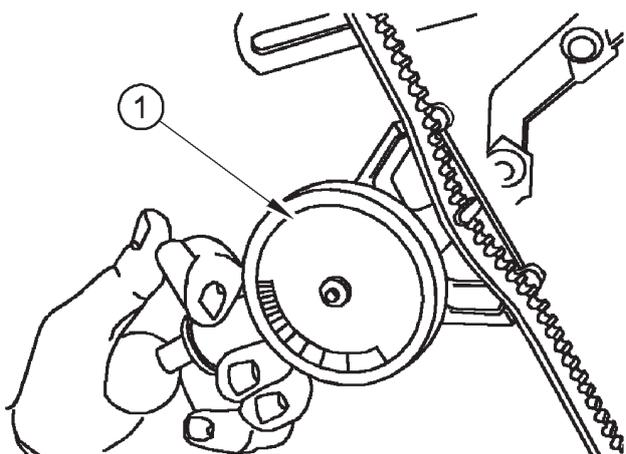
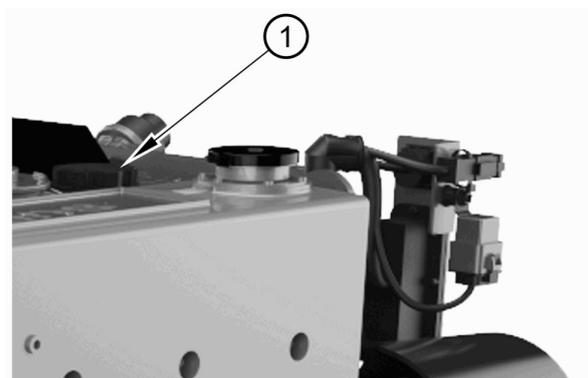

Figura 10
Figura 19
2. Para comprobar con precisión la tensión de la correa utilice un calibre de tensión. Coloque el calibre (Figura 10, elemento 1) en el centro del tramo libre más largo y compruebe la tensión.
3. Limpie la zona de alrededor del tapón de llenado encima de la tapa de balancines. Quite el tapón (Figura 19, elemento 1) y añada lentamente unos 15 litros de aceite nuevo y limpio de especificación aprobada. Deje el tiempo suficiente para que el aceite escurra al cárter. Saque la varilla del nivel (Figura 10, elemento 1) y asegúrese de que el aceite llega hasta la marca de máximo. No sobrepase la marca de máximo de la varilla. Ponga el tapón de llenado y asegúrese de que la varilla esté correctamente metida en su tubo.